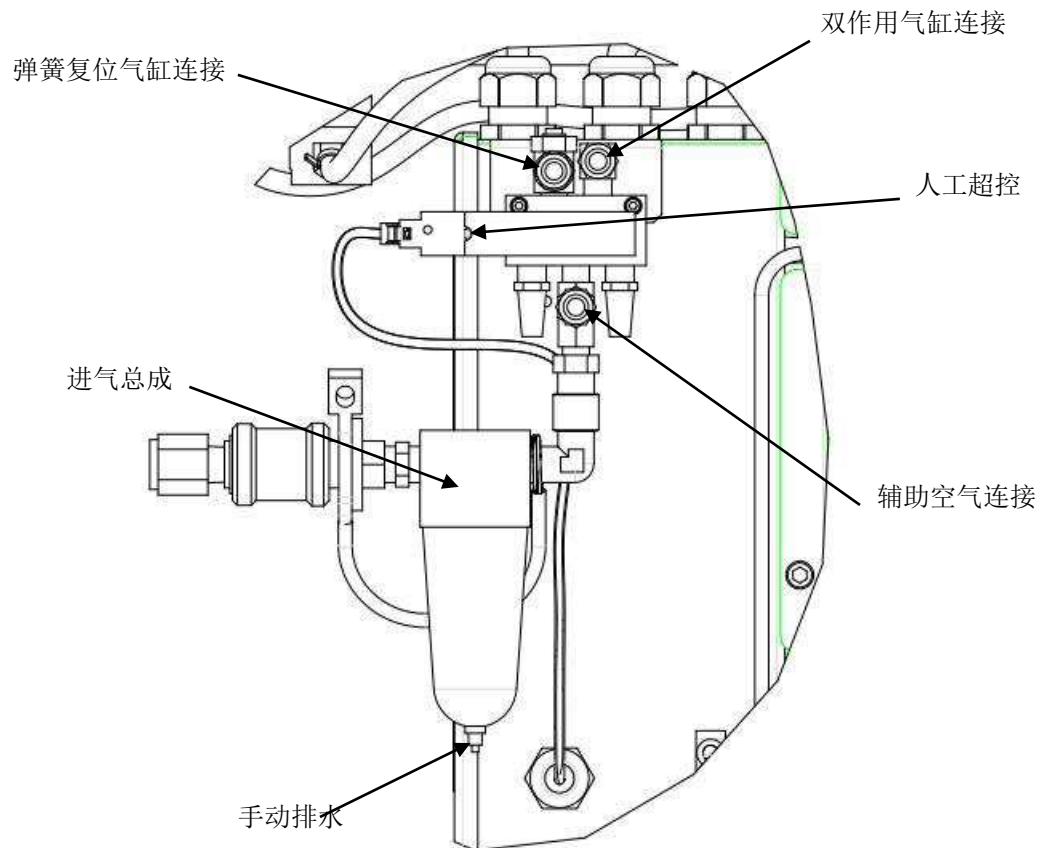

图 15
遵循进气套件 2161209-1 和 -4 随附的进气套件印刷物 PN 2161209 中所述的第 2 步“客户使用安装步骤”（请参阅图 15）。
12. 将进气涂敷器安装到底板上，然后连接至相应的端口（请参阅图 15）。
16. 若要将进气锁定在关闭位置，请关闭进气，然后将锁定装置锁定在图 15 所示位置。用锁（客户提供）将锁定装置锁定。